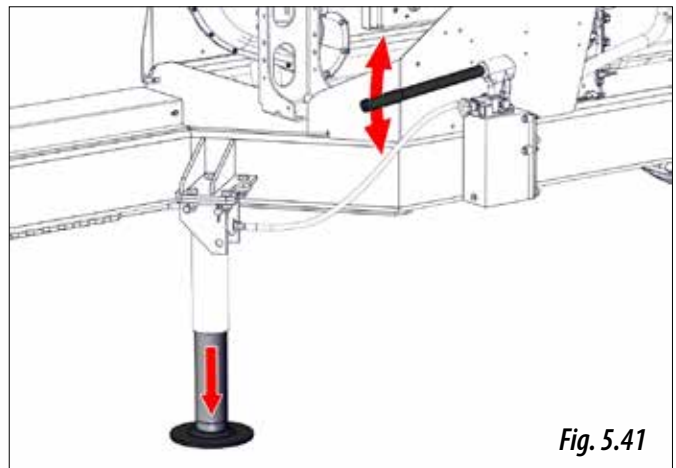

Fig. 5.41
- 3- Ajustar la altura del pie actuando sobre la palanca (Fig. 5.41).